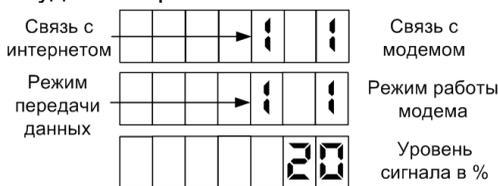

Рисунок 23
**Пункт 3 (просмотр состояния GSM)** позволяет просмотреть текущее состояние связи по GSM и состояние GSM модуля – параметр "Состояние сети GSM" (1035). После входа на табло отобразятся 5 значений (рисунок 23):